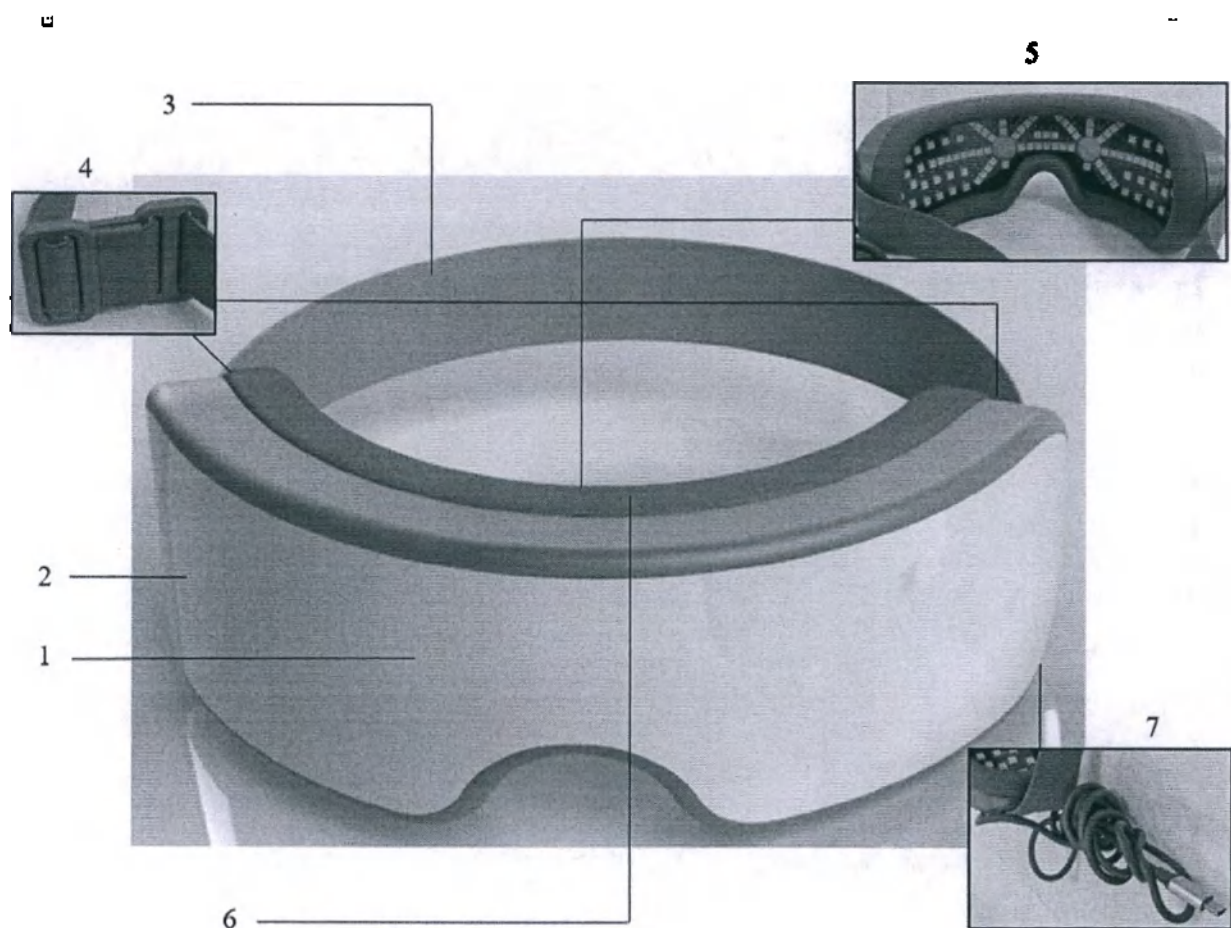

Рисунок 3 – Маска офтальмологическая, где:
- маску офтальмологическую (рисунок 3, таблица 1);